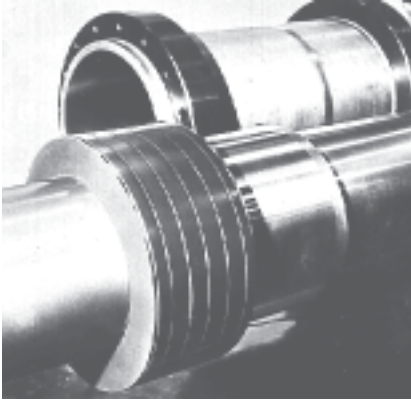

Fig. 1:
1) Il sistema di guida della slitta bancale consta di due guide piane orizzontali a, di una guida laterale b, di un lardone conico c e due staffe inferiori d (Fig. 1).
1) Il sistema di guide della slitta bancale consta di una guida prismatica a, una guida piana b e di due staffe inferiori c, d (Fig. 1).